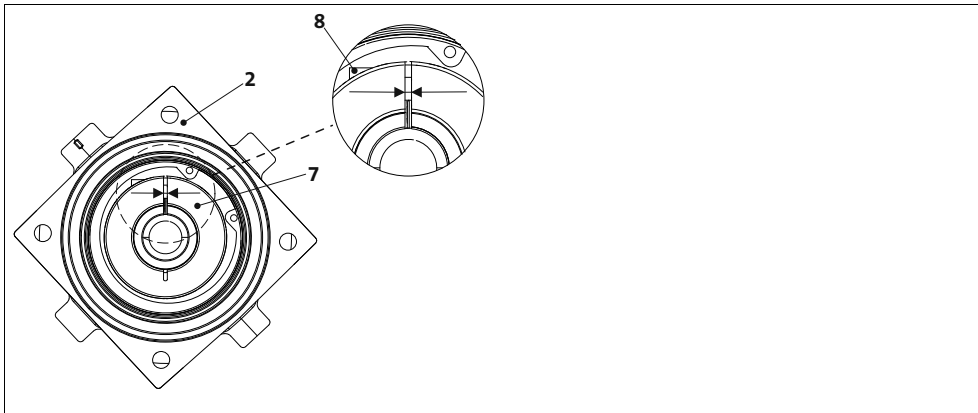

Abb. 7 Zuordnung: Motorwelle, Klemmring und Montagebohrung
3. Schlitz von Getriebe Antriebshohlwelle und Klemmring zueinander und zur Montagebohrung ausrichten (Abb. 7).